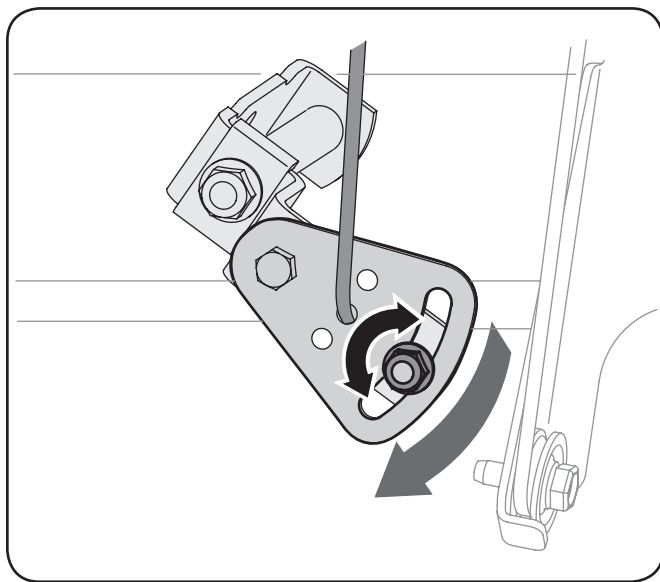

Figura 6-4
2. Afloje la tuerca hexagonal del soporte de posicionamiento del cable de cambios. Vea la Figura 6-4.